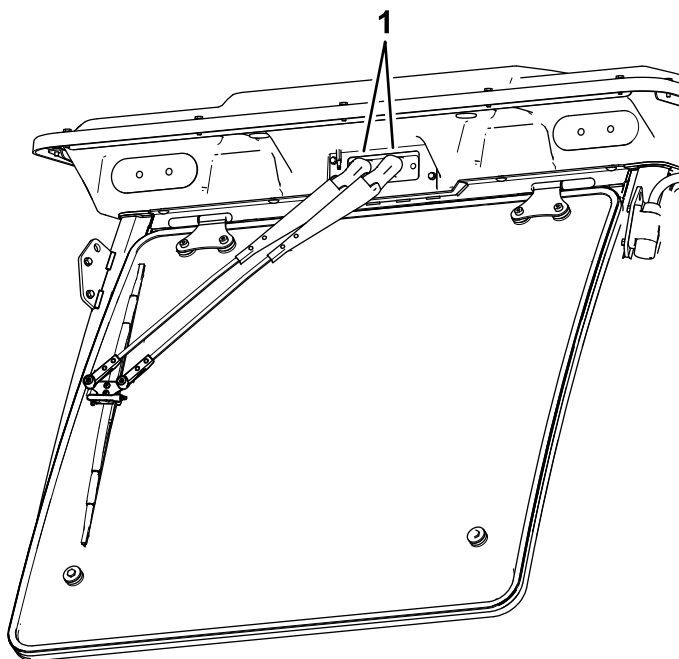

Рисунок 85
1. Откройте заглушки в верхней части рычагов стеклоочистителей (Рисунок 85).